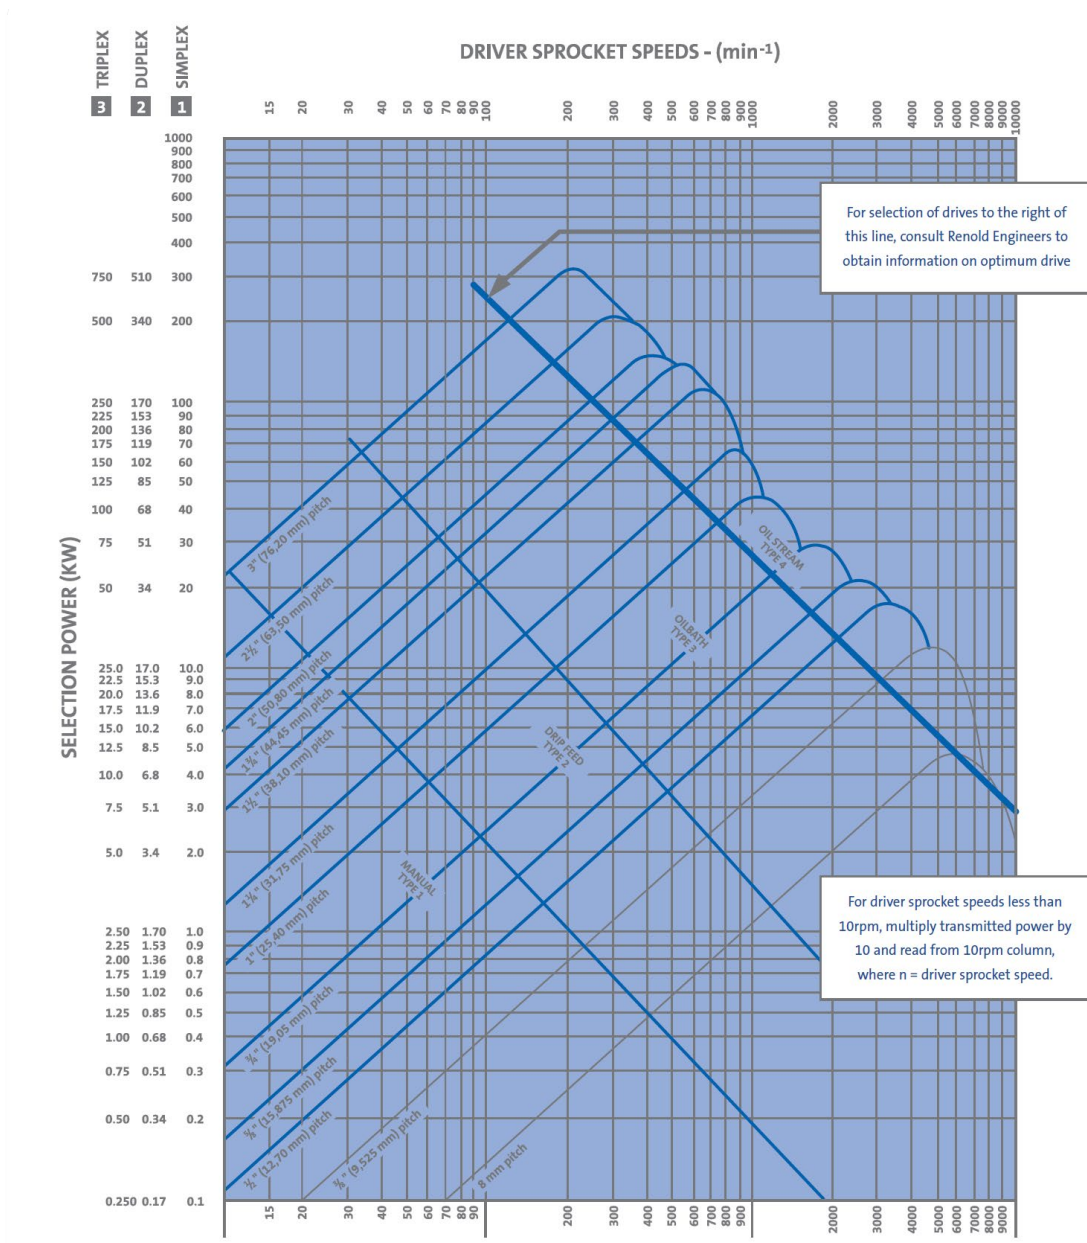

Figura 4. Tabla de clasificación de cadenas europeas ISO 606 (RENOLD, 2010)
Los métodos recomendados se muestran en la Figura 4, que se determinan en función de la velocidad de la cadena y la potencia transmitida.
Ahora se puede seleccionar la cadena utilizando la Figura 4 y haciendo una referencia cruzada de potencia y velocidad, obteniendo las siguientes posibilidades:
- LUBRICACIÓN: La tabla europea de clasificación de cadenas (véase la Figura 4) indica claramente que la cadena necesita lubricación por baño de aceite. La cadena deberá estar protegida y funcionar en un cárter de aceite.